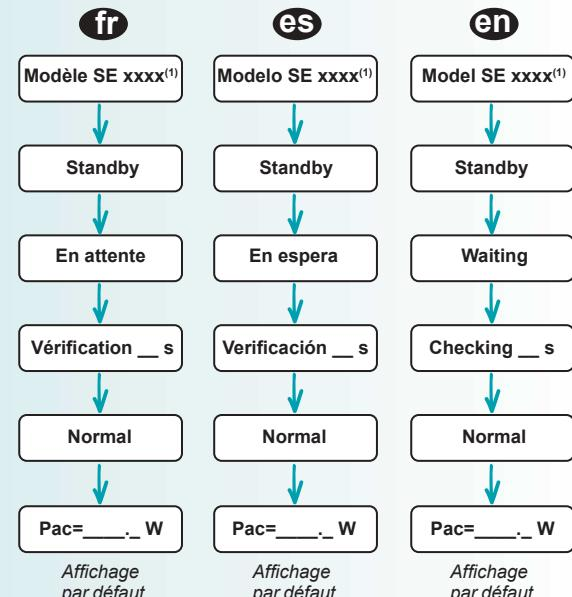

Fig. 14
- Lorsque la tension continue est suffisante, l'onduleur SunEzy affiche successivement et de manière automatique les informations indiquées dans le **diagramme ci-dessous** (Fig. 14) suivant la langue paramétrée.